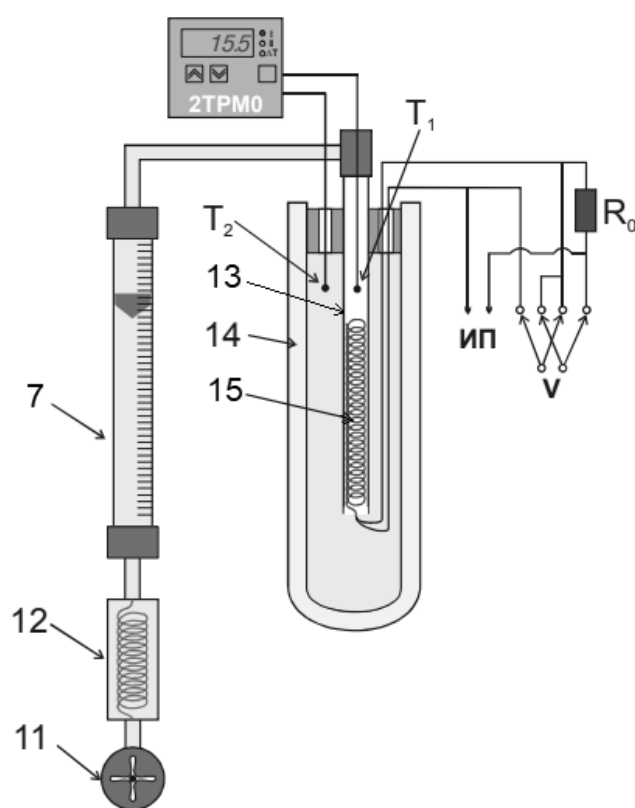

Рисунок 1.2 – Рабочий участок установки
- двухканальный измеритель температуры 2ТРМО **5**, подключённый к двум хромель-копелевым термопарам T_1 и T_2 (рис. 1.2),